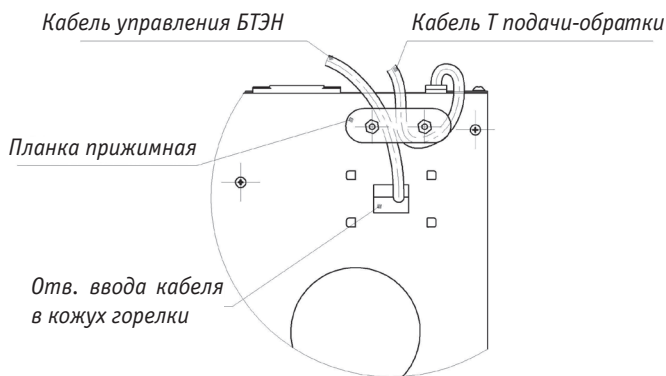

Рис. 33
3. Внимание! Во избежание обрыва кабеля в месте соединения, закрепите провод при помощи прижимной планки, расположенной на нижней поверхности корпуса горелки (Рис.33).